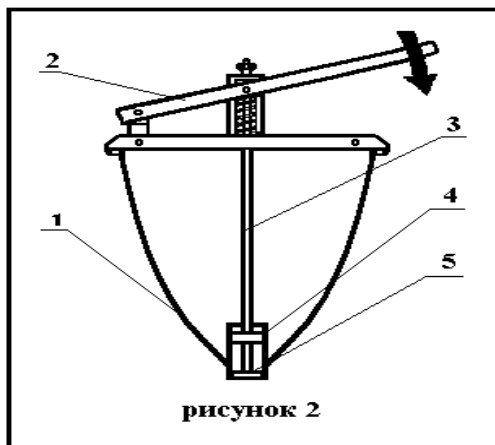

Рис.2
- нажать рычаг дозатора 2 (рис 2) и закрутить гайку 11 до устранения зазора между поршнем формирующим 5 (рис.2) и дозирующей головкой пончикового аппарата 4 (рис.2). При нажатом рычаге расстояние между поршнем формирующим и дозиру-
4.11. Плавно, без рывков и ударов, нажмите до упора на рычаг дозатора 2 (рис.2) и отпустите его. Обратный ход рычаг совершит самостоятельно. При этом сформируется пончик стандартного размера весом около 30 грамм и упадет в разогретый фритюр.
Нажимать на рычаг дозатора 2 (рис.2) для формирования следующего пончика следует через 7 – 15 секунд (в зависимости от консистенции теста). Чем круче тесто, тем реже необходимо нажимать на рычаг дозатора. В противном случае тесто не будет успевать затекать в дозирующую головку и пончик будет формироваться некачественно.